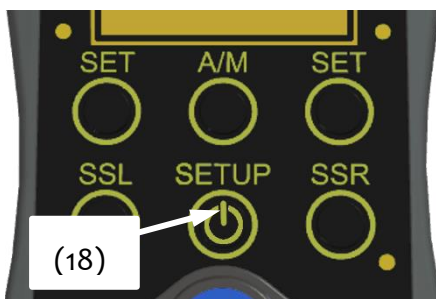

Abb. 3
- Скользящая стяжка (2) должна быть выровнена горизонтально (с помощью спиртового уровня) по продольной оси.
- Включите управление машиной (см. кнопку SETUP (18) на рис. 3).